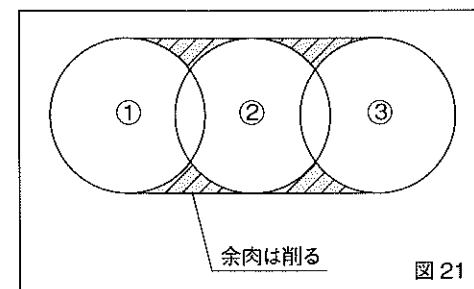

図 21
長穴をあける時は①→②→③の順にあけてください。なお②、③は刃物を強く押し付けずに加工してください。余肉の部分はヤスリ等で削ってください。(図 21)